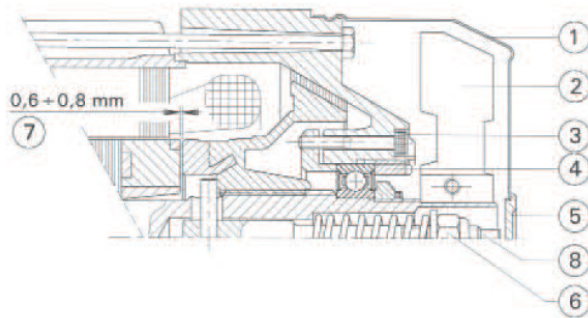

FIG. 5
8.3 REGULACIÓN DEL FRENO DEL MOTOR (fig. 5)